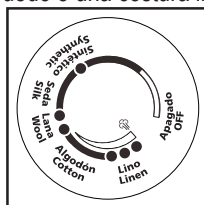

Figura 1
2. Gire el dial selector de telas a la posición deseada, según el tipo de tela a planchar (Figura 1).
2. Mueva la palanca de vapor a la posición deseada de vapor. Gire el dial selector de telas a la posición deseada, según el tipo de tela a planchar (ver la Figura 1).